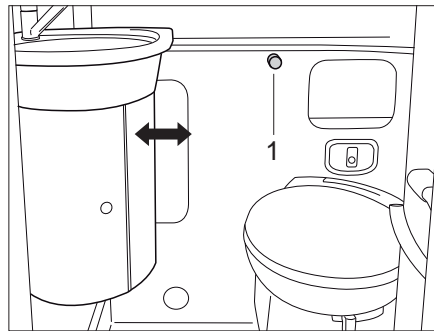

Bild 252 Variabler Waschtisch
- Verschlussknopf (Bild 252,1) nach links drehen.
- Verschlussknopf (Bild 252,1) nach rechts drehen um den Waschtisch zu verriegeln.